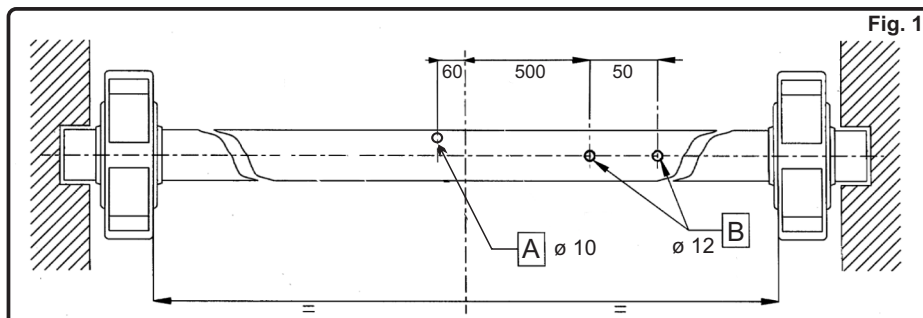

Fig. 2
- Smontare la corona del motoriduttore in due metà, svitando le viti M8 (FIG. 2).
- Estrarre con delicatezza dallo chassis la fascia a rulli in plastica, evitando forti piegature che causerebbero la fuoriuscita dei rullini. Tale operazione non si effettua in presenza di motoriduttore Roll 76 e Roll 101, poiché non dotati di fascia a rulli (FIG. 2).
- Smontare lo chassis del motoriduttore, svitando le quattro viti M8 (FIG. 2).
- Accoppiare sull'albero della serranda la parte dello chassis che contiene il motore elettrico con il collare di chiusura, mediante le quattro viti M8 (FIG. 2).
- Montare sul collo dello chassis la fascia a rulli, facendo sempre attenzione a non effettuare forti piegature al fine di evitare la fuoriuscita dei rullini. Tale operazione non si effettua in presenza di motoriduttore Roll 76 e Roll 101, poiché non dotati di fascia a rulli (FIG. 2).
- Montare sullo chassis le due semicorone, facendole ruotare sulla fascia a rulli e fissarle con le due viti M8. In presenza di motoriduttore Roll 76 e Roll 101 la corona ruoterà direttamente sul collo dello chassis tornito (FIG. 2).
- Remove the crown of the motor , unscrewing the screws M8 (FIG. 2).
- Extract from the chassis, with delicacy, the band with rolls in plastics, avoiding heavy folds that would cause the spillage of the rullinis. Doesn't effect this operation in case of motors Roll 76 and Roll 101, since they do not endowed with band to rolls (FIG. 2).
- Assemble on the tube of the shutter the chassis part with electric motor, with the second part of the chassis trough the four screws M8 (FIG. 2).
- Mounted on the chassis neck, the band with rolls, being careful not to make strong folding to prevent spillage of rolls. Doesn't effect this operation in case of motors Roll 76 and Roll 101, since they do not endowed with band with rolls (FIG. 2).
- Mounted on the chassis the two demicrown, rolling them on the band with rolls and fix them with the two screws M8. In case of motors Roll 76 and Roll 101 the crown will rotate directly on the chassis neck turned (FIG. 2).
- Démonter la couronne du moteur, en deux moitiés, en dévissant les vis M8 (FIG. 2).
- Extraire du châssis, avec délicatesse, la bande en plastique avec roulements, en faisant très attention à éviter les plis qui causeraient l'écoulement des roulements. Ne pas effectuer cette opération en présence du moteur Roll 76 et Roll 101, par ce qu'ils ne sont pas doués de bande en plastique avec roulements (FIG. 2).
- Accoupler sur le tube du rideau la partie du châssis qui contient le moteur électrique, avec la deuxième partie du châssis avec le 4 vis M8 (FIG. 2).
- Monter sur le châssis la bande en plastique avec les roulements, en faisant toujours attention à ne pas effectuer des forts plis afin d'éviter l'écoulement des roulements. Ne pas effectuer cette opération en présence du moteur Roll 76 et Roll 101, par ce qu'ils ne sont pas doués de bande en plastique avec roulements (FIG. 2).
- Monter sur le châssis les deux demi-couronnes, en tournant les mêmes sur la bande en plastique avec les roulements et les fixer avec les deux vis M8. En présence de moteur Roll 76 et Roll 101, la couronne tournera directement sur le cou du châssis tourné (FIG. 2).
- Desmontar la corona del motor en dos mitades, destornillando los tornillos M8 (FIG. 2).
- Extraer del chasis con delicadeza la faja de plástico con rodamiento, evitando fuertes pliegues que causarían el derrame de los rodamientos. Tal operación no se efectua en presencia de motor Roll 76 y Roll 101, ya que no dotados con faja de plástico con rodamiento (FIG. 2).
- Ensamblar sobre el árbol del cierre metálico la parte del chasis que lleva el motor eléctrico, con la segunda parte de chasis, a través de 4 tornillos M8 (FIG. 2).
- Montar sobre el cuello del chasis la faja de plástico con rodamiento, siempre teniendo cuidado con no efectuar fuertes pliegues para evitar el derrame de los rodamientos. Tal operación no si efectua en presencia de motor Roll 76 y Roll 101, ya que no dotados con faja a rodamientos (FIG. 2).
- Montar sobre el chasis las dos semicoronas, haciéndoles girar sobre la faja de plástico a rodamientos y fijarle con los dos tornillos M8. En presencia de motor Roll 76 y Roll 101 la corona girará directamente sobre el cuello del chasis torneado (FIG. 2).